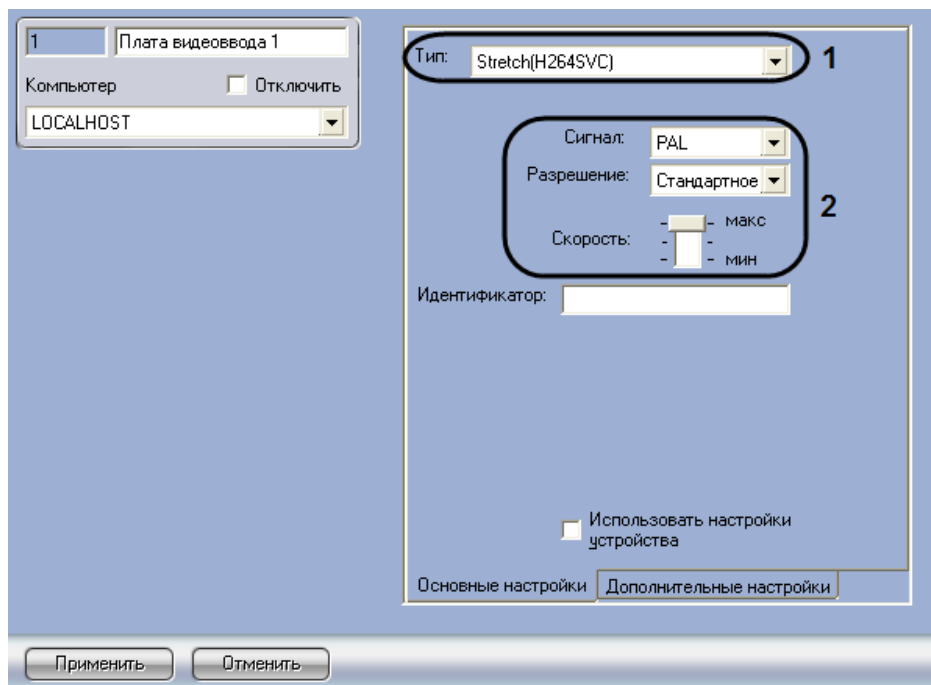

Рис. 3.1—9 Панель настроек платы видеоввода Stretch. Вкладка «Основные настройки»
4. Задать значения основным параметрам платы (Рис. 3.1—9, 2). Подробное описание параметров приведено в разделе «Создание и настройка объекта «Плата видеоввода» (см. пункты «5.3»-«5.5»).